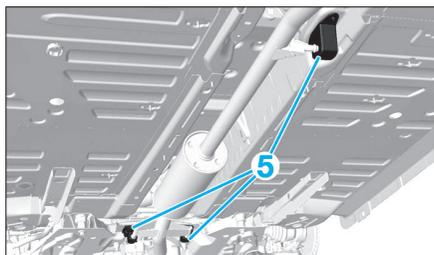

Fig. 12
- Déposer les éléments de suspension de l'échappement (5) (Fig.12).